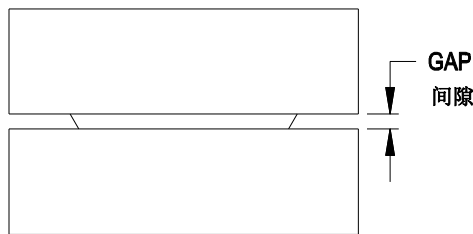

图 6 - 检查间隙
5. 检查上夹持器和下夹持器之间的间隙。在装配圆周的间隙应该是相同大小 (大约 1/8" 到 3/16"). 这可以通过在装配的圆周周围的各个位置处测量上夹持器和下夹持器之间的间隙来确保。如果间隙不均匀, 拆卸并仔细检查所有零件。爆破片损坏可能已经发生。如有必要, 请调整预装螺丝, 以提供均匀的间隙 (见图 6)。